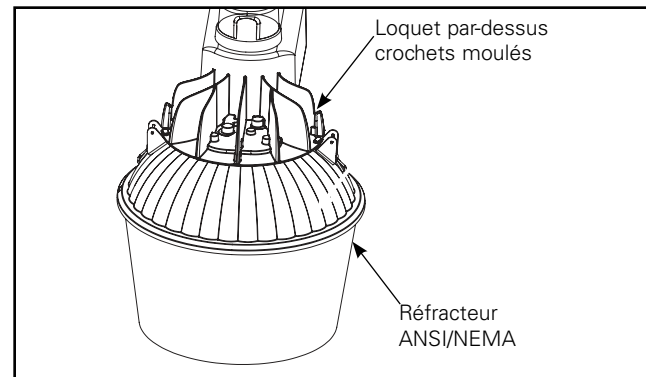

Figure 10.
1. Placez les loquets par-dessus les crochets de verrouillage dans le boîtier et enclenchez les loquets pour sécuriser le réfracteur au boîtier. (Figure 10).